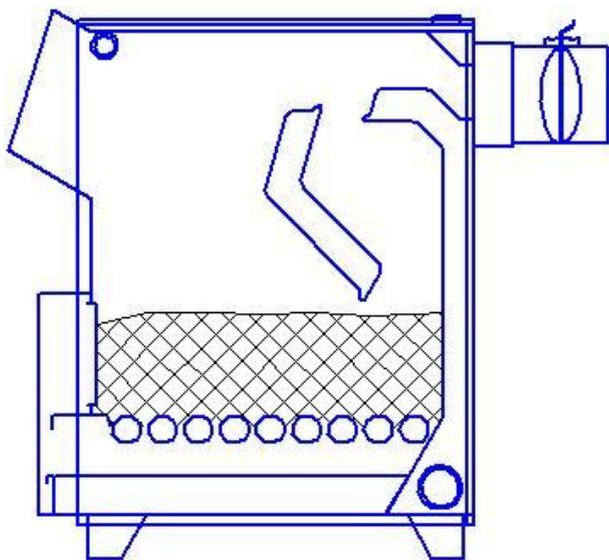

Рисунок 2. Заполнение котла топливом для номинального режима
5.4.3. Добавьте очередную порцию топлива, когда разгорится первый слой основного топлива. Для работы котла в номинальном режиме (рис. 2) поддерживайте слой топлива на колосниковой решетке около 150 мм.